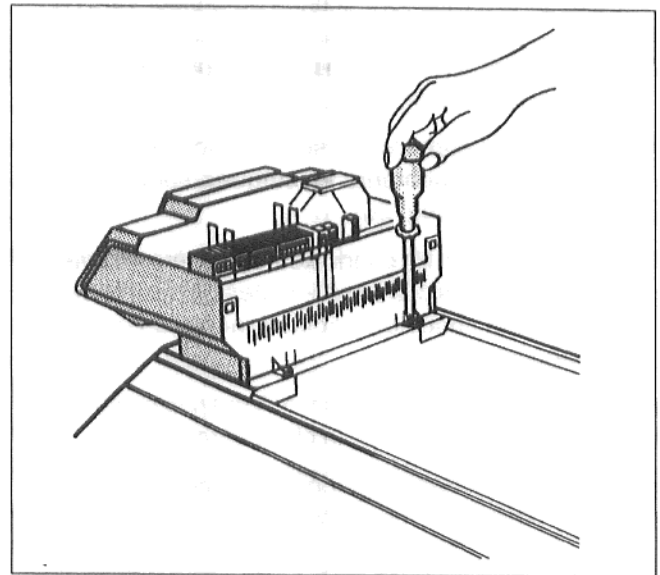

Fig. 17
- Aux angles arrière de la conduite de câble, visser l'appareil de régulation sur l'avant du capot chaudière (Fig. 17) avec deux vis Parker.